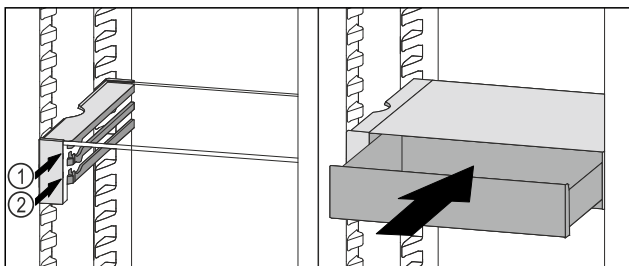

Fig. 121
- ▶ Predal VarioSafe namestite za zaustavljalnimi elementi na želeni nastavek Fig. 121 (1) ali Fig. 121 (2).